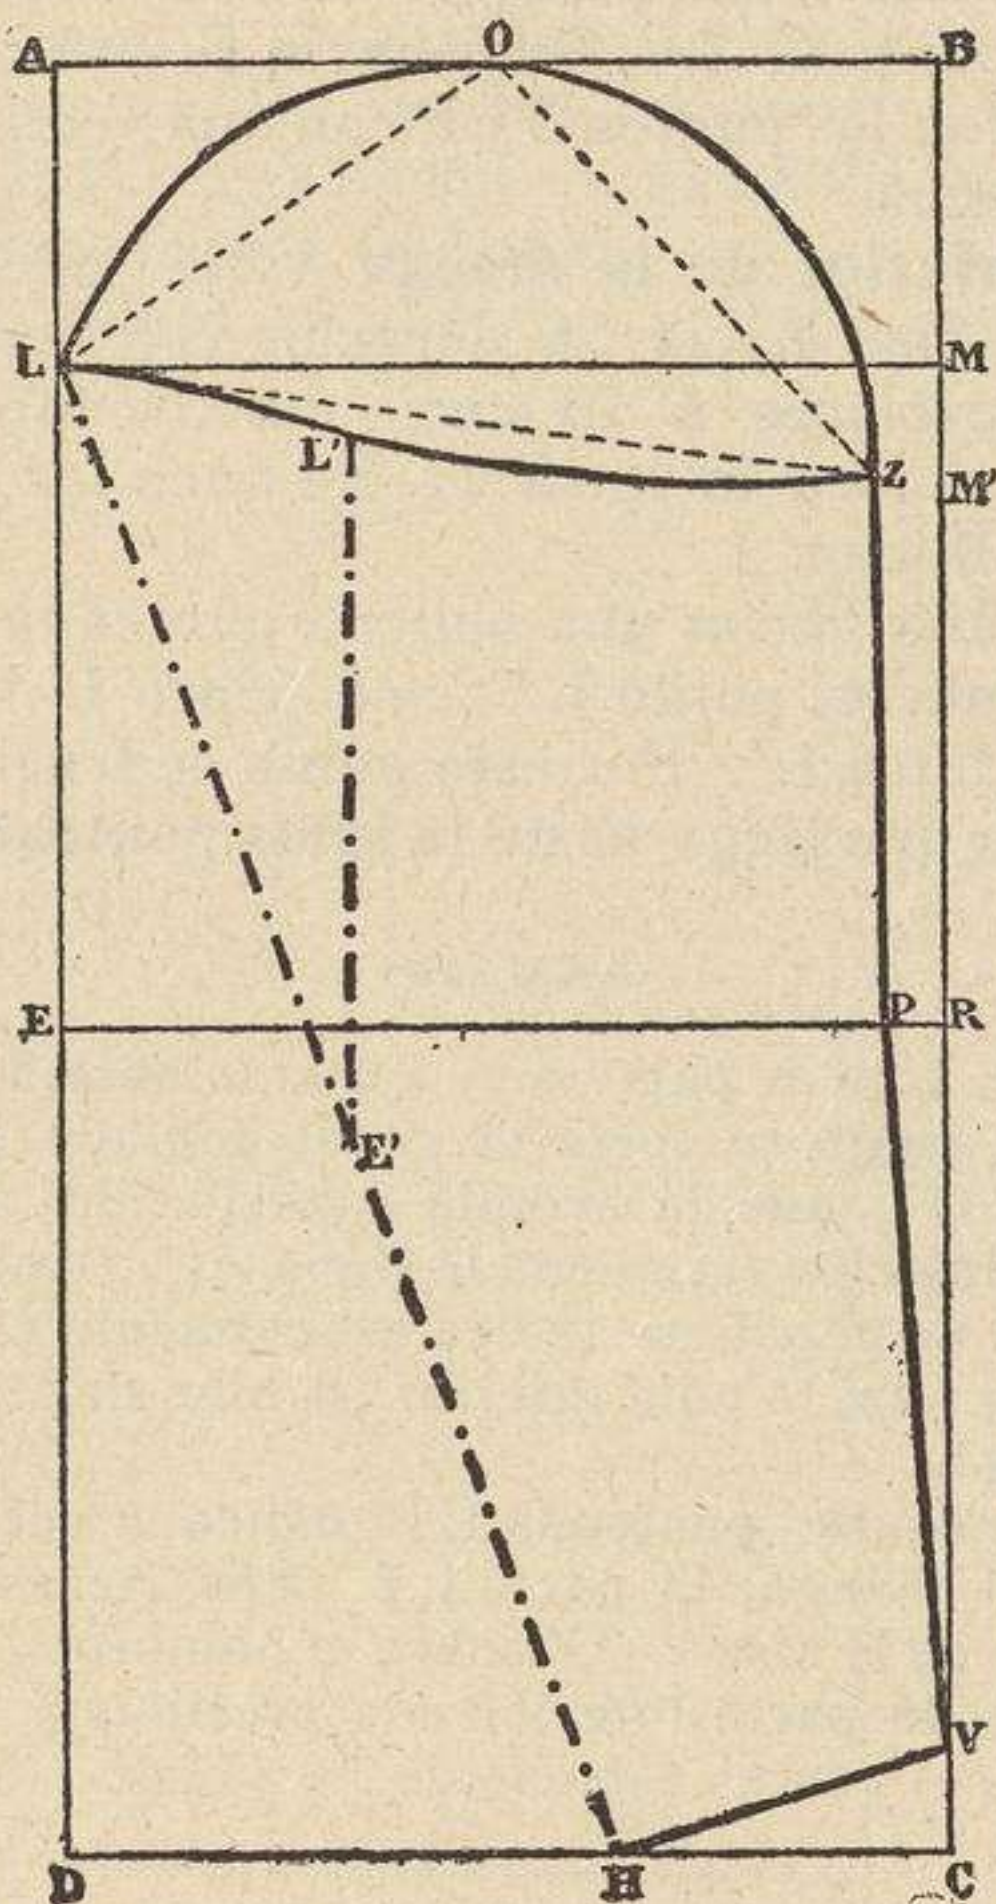

Fig. 150 ( $\frac{1}{5}$  del tamaño real).—Manga de una sola costura.
**Rectángulo A B C D.**—Se traza un rectángulo A B C D (fig. 150) que tenga de largo la segunda longitud del brazo más 7 cms., y de ancho la tercera parte de la circunferencia del pecho más un cm.